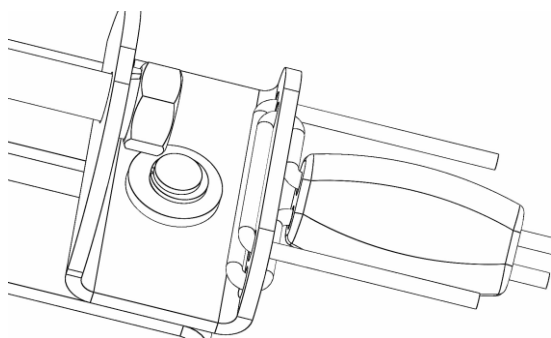

Рис.8.3 - Протяжка и фиксация троса на другой стороне фиксатора
8.3 Протянуть свободные концы троса вокруг баллона, завести их в отверстия с другой стороны фиксатора, закрепить зажим типа "бочонок" и обрезать лишние длины концов троса в соответствии с рис. 8.3. На этом этапе трос не затягивать.